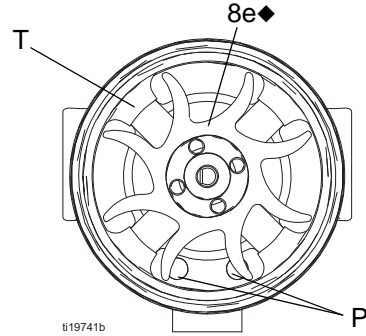

FIG. 38. Fan Yönelimi
7. İş tezgahındaki bobin tertibatını (8a) fan ucu yukarı bakacak şekilde sabit tutun. Geniş ağızlı tornavida kullanarak, fanı (8e) milden (S) çıkartın.
10. Yeni alt yatağı (8b1.) milin (S) uzun ucuna takın. Yatağın düz tarafı mıknatıstan (M) uzağa doğru bakmalıdır. Bobini (8a) takın böylece yatak kanatları bobinin yüzeyiyle temas edebilir.
12. İş tezgahındaki bobin tertibatını (8a) fan ucu yukarı bakacak şekilde sabit tutun. Fanı (8e.) milin (S) uzun ucuna doğru bastırın. Fan kanatları FIGURE 38 ile gösterildiği gibi yönlendirilmelidir.
13. Bobin üzerindeki pimi mahfazadaki oluk ile birlikte hizalarken bobin tertibatını (8a) mahfazanın (8d.) ön tarafına doğru dikkatli bir şekilde bastırın. 3 kablolu konektör (PC) Şek. 45'te gösterildiği gibi mahfaza tırnaklarının geniş dişlerine (W) takılmalıdır. Bobin hizalama pimlerinin (P) Şek. 44'te gösterildiği gibi konumlandırıldığından emin olun.
14. Fanı (8e) döndürün böylece fan kanatları mahfazanın arkasındaki dört yatak tırnağını (T) temizler. Alt mahfazanın kanatlarının (8b1.) tırnaklar ile hizalandığından emin olun.